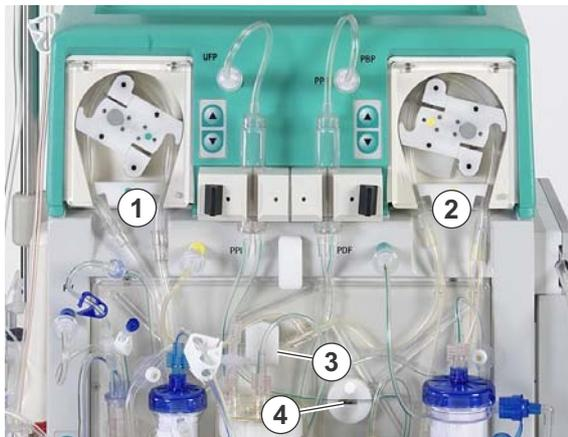

Fig. 4-9 Installazione degli spezzoni pompa
4. Posizionare lo spezzone pompa della linea di ultrafiltrazione nella pompa ultrafiltrazione (codice colore bianco a sinistra, Fig. 4-9 , ① ).
5. Posizionare in sequenza gli spezzoni pompa della linea plasma/buffer (codici colore marrone e giallo) nella pompa plasma/buffer (Fig. 4-9 , ② ). Il raccordo a Y della linea plasma/buffer deve trovarsi sul lato destro (uscita) della pompa plasma/buffer.
7. Inserire la linea plasma proveniente dal plasmafiltra nel rilevatore di perdite ematiche (BLD, Fig. 4-9 , ③ ).
8. Inserire saldamente la linea filtrato che porta all'heparin adsorber nella clamp dell'heparin adsorber (HAK, Fig. 4-9 , ④ ).